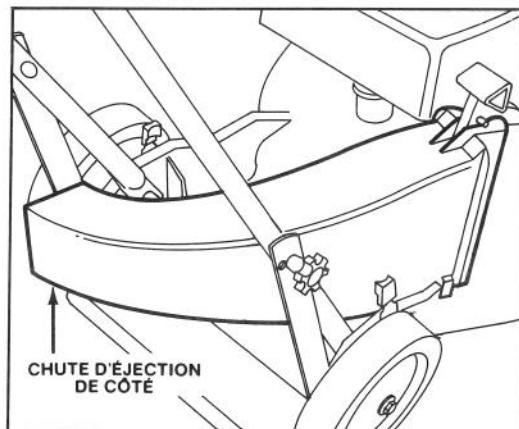

Figure 5
**EJECTION DE COTE** — Dispersez l'herbe coupée au moyen de la chute d'éjection de côté à montage arrière facultatif qui s'installe en quelques secondes. Son emplacement, entre le guidon, vous permet de couper des deux côtés (Fig. 5).